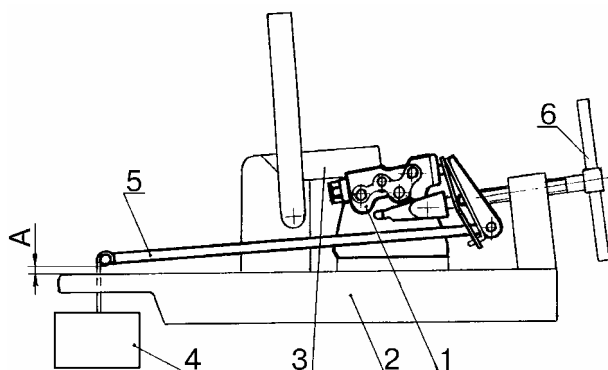

Рис.2. Регулировка привода регулятора давления:
2.2.1 Установить регулятор давления 1, рис.2, с кронштейном в сборе на штифты рамы 2 приспособления и зафиксировать зажимом 3 (приспособление 67.7834-9511).
2.2.4 Вращением воротка 6, рис.2, отрегулировать зазор "А". Зазор "А" должен быть в пределах 13 ± 1 мм (линейка металлическая длиной 150 мм).
2.2.6 Снять груз 4, рис.2, с рычага 5 и снять с приспособления регулятор давления в сборе с приводом.